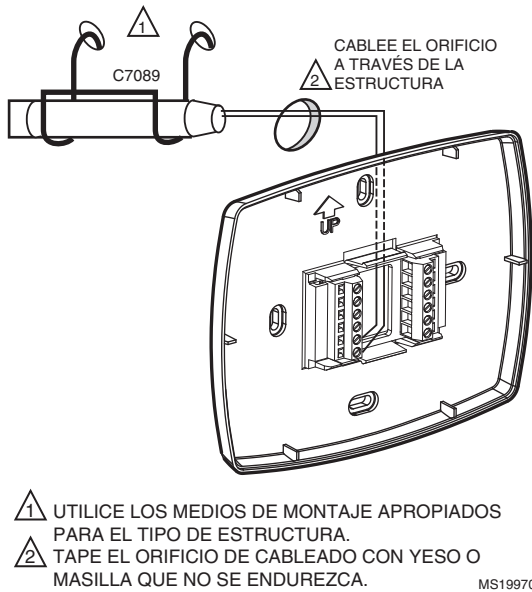

Figura 26. Cableado del sensor exterior C7089 al termostato.
- a. Se recomienda utilizar cables para termostato calibre 18 con código de color. Si desea un ejemplo de un cableado general del C7089, vea la figura 26.